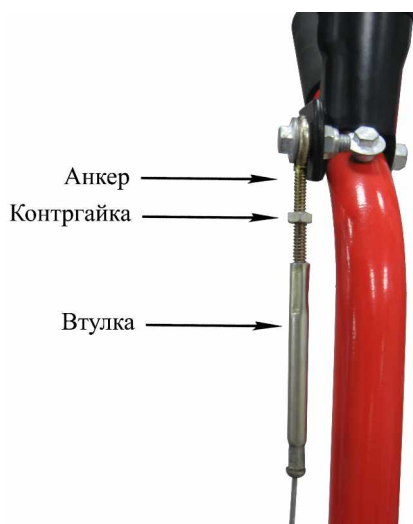

Рис. 5.
1. Закрутить на резьбу анкера втулку тросика сцепления. См. Рис. 5.